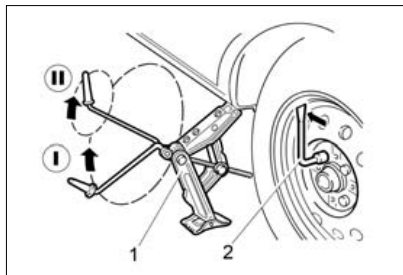

Рис. 49. Подъем автомобиля при замене колес
– ослабьте на один оборот комбинированным ключом 2 (рис. 49) болты крепления заменяемого колеса;